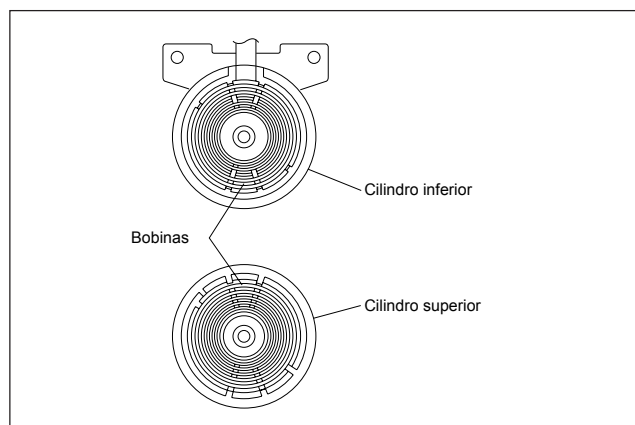

Fig. 2-2-25b
- (1) Limpe as bobinas do cilindro inferior e do cilindro superior com um jato de ar. (Veja Fig.2-2-25b.)